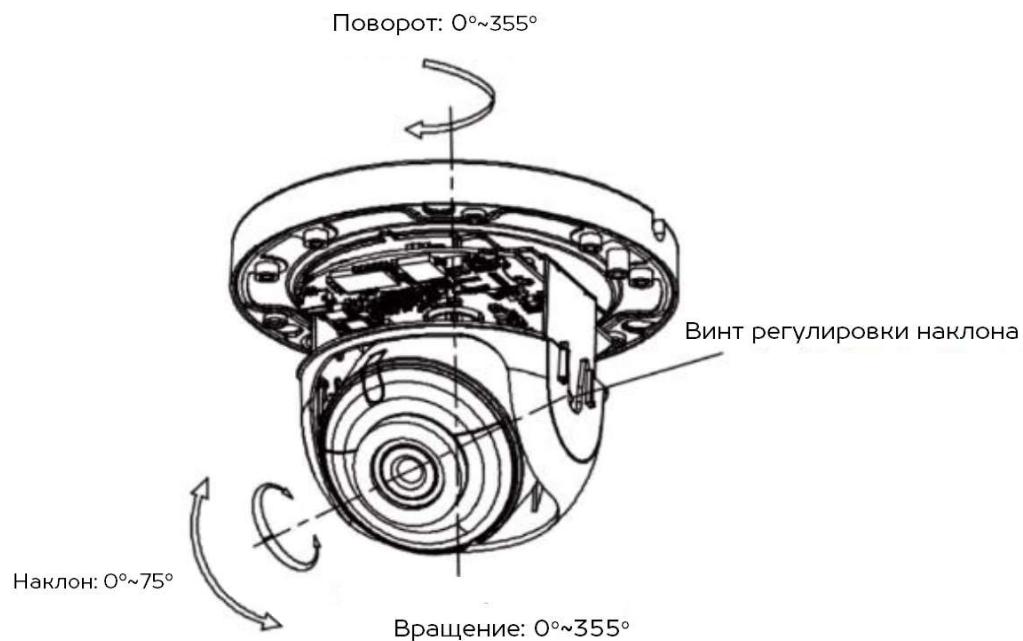

Рисунок 7. Регулировка углов поворота и наклона камеры
2. Поворачивайте защитный кожух объектива для регулировки угла поворота камеры $[0^{\circ}\sim 355^{\circ}]$, так же отрегулируйте угол наклона $[0^{\circ}\sim 75^{\circ}]$ и вращения камеры $[0^{\circ}\sim 355^{\circ}]$ до получения корректной зоны отображения. Схематичное отображение перемещений объектива камеры представлено на рис. 7